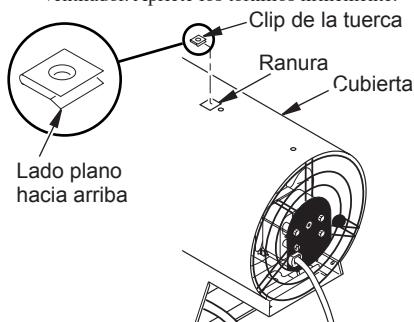

Figura 4 - Instalación del clip de la tuerca
2. Inserte el clip de la tuerca (proporcionado junto con la manija), con el lado plano hacia arriba, a través de la ranura en la parte superior de la cubierta. Alinee los orificios en el clip de la tuerca con el orificio de tornillo situado detrás de la ranura en la parte superior de la cubierta. (Consulte la figura 4).